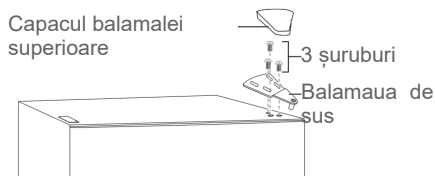

Fig. 3
1. Scoateți capacul balamalei superioare, apoi scoateți balamaua superioară după ce ați scos cele trei șuruburi ale acesteia (→ Fig. 3).